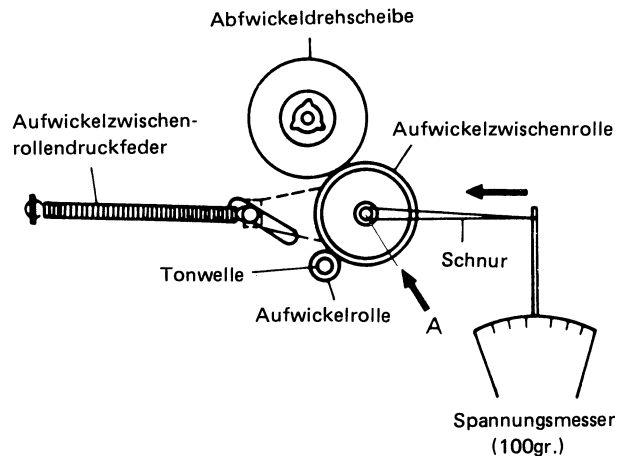

Abbildung 8-2
■ EINSTELLEN DES AUFWICKELZWISCHENROLLENDRUCKES (Siehe Abb. 8-2)